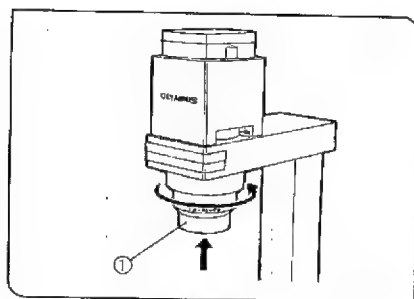

図 32
(図32, 33, 34)
- 2) コンデンサ①のねじ部を照明支柱へ挿入し、突当てまで矢印の方向に確実にねじ込みます。(図32)